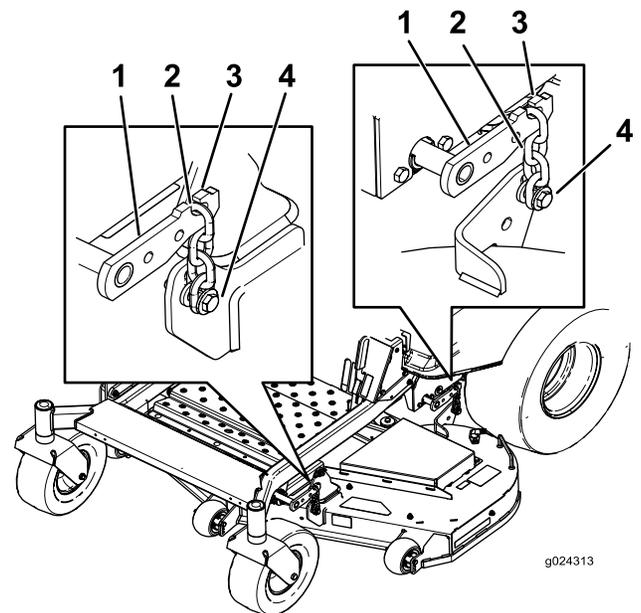

Bild 77
- Entfernen Sie die Ketten von den Haken an den Mähwerkhubarmen (Bild 77).
6. Heben Sie das Heck des Mähwerks an und befestigen Sie die Ketten an den Mähwerkhubarmen (Bild 77).
7. Befestigen Sie die vorderen Ketten an den vorderen Hubarmen (Bild 77).